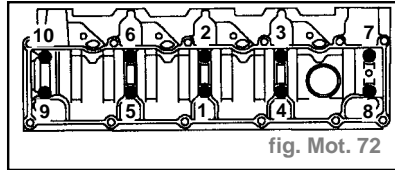

fig. Mot. 72
- Poser prudemment le support d'arbre à cames, poser 10 boulons de maintien et les serrer dans l'ordre illustré à **1,1 daN.m** (fig. Mot. 72).